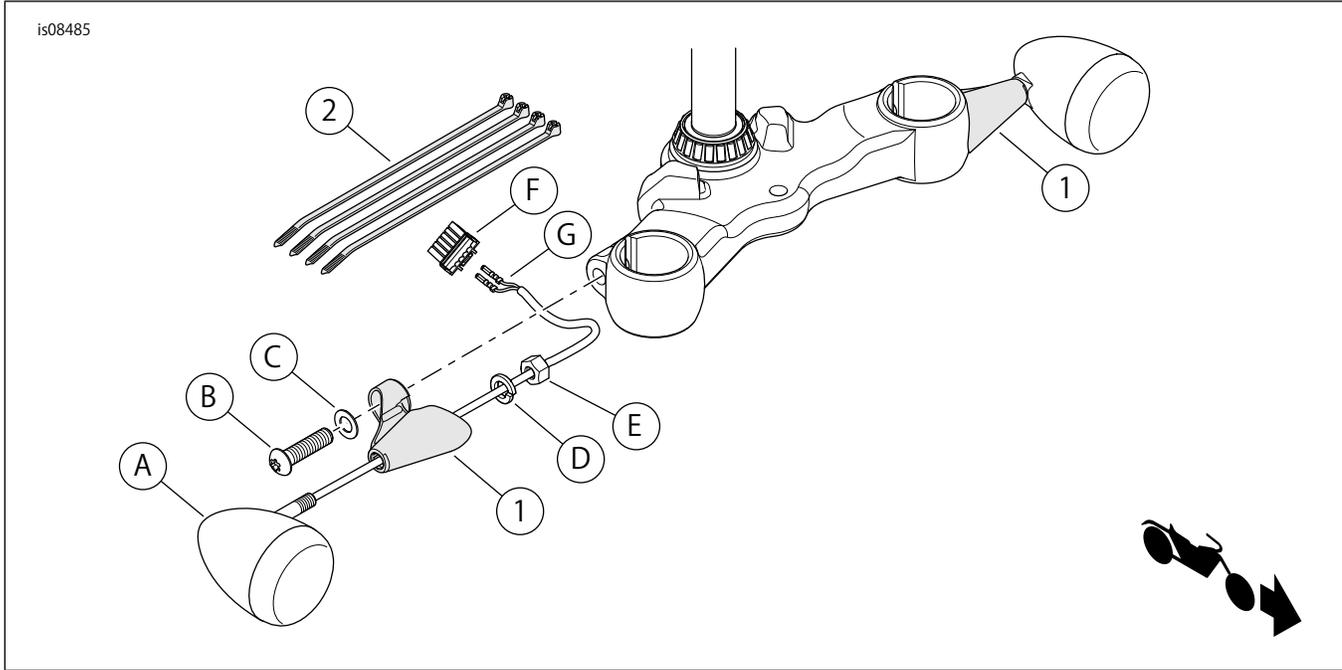

図1。交換用パーツ：フロントターンシグナル位置変えキット-XL1200X
「図1」および「表1」を参照してください。
3. 「図1」を参照してください。ターンシグナルアッセンブリーハーネスからコネクタハウジング(F)を取り外します。ターミナル(G)の位置を記録します。サービスマニュアルを参照してください。
8. 「図1」を参照してください。ターンシグナルアッセンブリーターミナル(G)および配線をターンシグナルマウント(1)から取り回します。